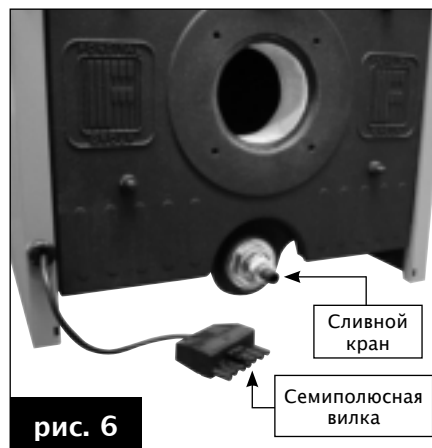

рис. 6
Котел снабжен семиполусной вилкой для электроподсоединения к горелке (рис. 6).
**Примечание: Котел снабжен сливным краном, который расположен в передней части для слива воды из системы отопления (рис. 6).**